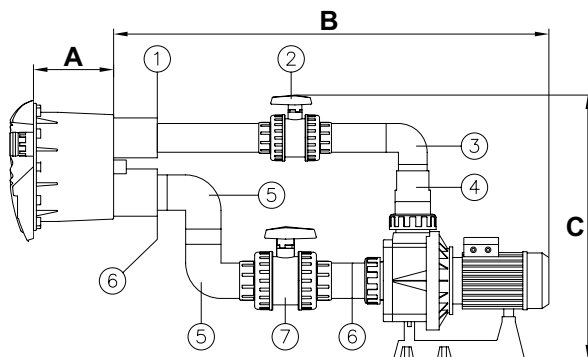

Рис. 6
- Приклейте переходную втулку 75х63 мм (№ 1, рис. 6) к выпускному отверстию ниши (см. рис. 6).
- Приклейте трубу Ø 63 мм (*) к переходной втулке (№ 1, рис. 6).
- Приклейте клапан Ø 63 мм (№ 2, рис. 6) к трубе Ø 63 мм (*).
- Приклейте трубу Ø 63 мм (*) к трубе Ø 63 мм (№ 2, рис. 6).
- Приклейте колено Ø 63 мм (№3, рис. 6) к трубе Ø 63 мм (*).
- Приклейте трубу Ø 63 мм (*) к колену (№3, рис.6).
- Приклейте конический переходник 90/75/63 мм (№ 4, рис. 6) к трубе Ø 63 мм (*) и соединителю Ø 90 мм на насосе.
- Вклейте переходную втулку 90х75 мм (№ 6, рис. 6) во всасывающее отверстие ниши (см. рис. 6).
- С помощью трубы Ø 75 мм (*) приклейте колено Ø 75 мм (№5, рис. 6) к переходной втулке (№6, рис. 6).
- С помощью трубы Ø 75 мм (*) соедините другое колено Ø 75 мм (№5, рис. 6) с уже приклеенным коленом (см. рис. 6).
- Приклейте клапан Ø 75 мм (№7, рис. 6) к колену (№5, рис. 6), используя трубу Ø 75 мм (*) для их соединения.
- Приклейте трубу Ø 75 мм (*) к клапану (№7, рис. 6).
- Приклейте переходную втулку 90х75 мм (№ 6, рис. 6) к трубе Ø 75 мм (*) и соединителю Ø 90 мм на насосе.